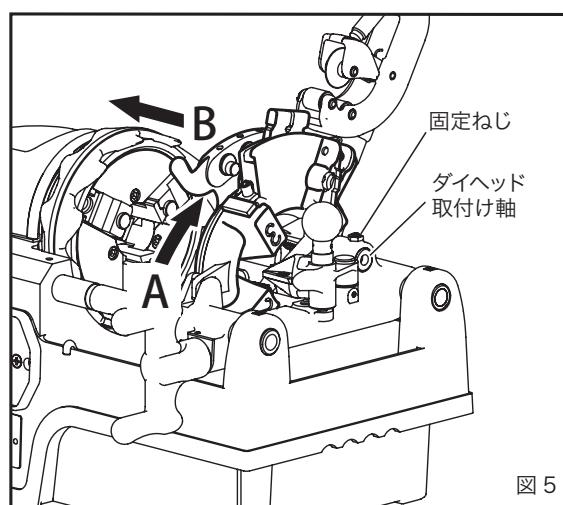

図5
4. ダイヘッドの取付け、取外し(図5)
- ①往復台にある固定ねじをゆるめてください。
- ②ダイヘッドをA方向に少し上げ、B方向にそのまま引抜きます。